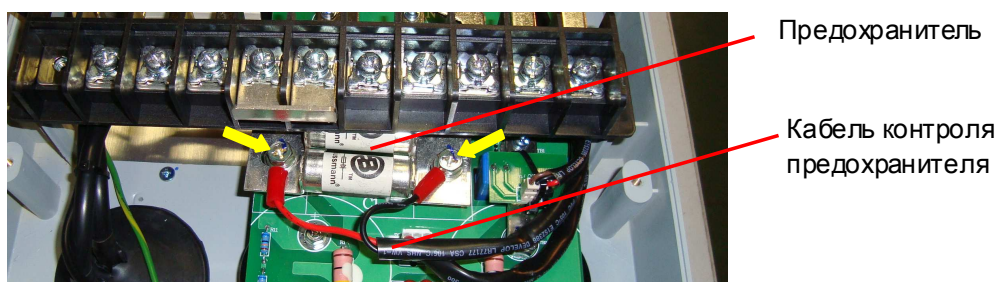

Рис. 7.19
7.10.1. Установить предохранитель на стойки емкостной платы (рис. 7.19).
7.10.2. Прикрутить предохранитель двумя винтами (рис. 7.19, желтые стрелки) вместе с наконечниками контрольного кабеля предохранителя (рис. 7.19).